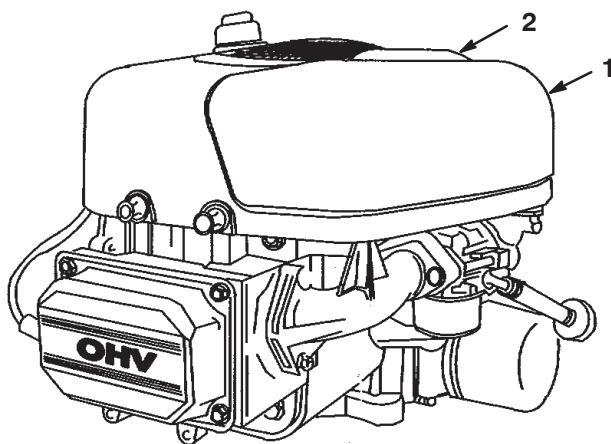

Figure 20
2. Nettoyez la surface autour du filtre à air pour éviter que des impuretés ne s'introduisent dans le moteur et l'endommagent. Tirez la poignée du couvercle du filtre à air et tournez-la vers le moteur (Fig. 20). Déposez le couvercle du filtre à air.